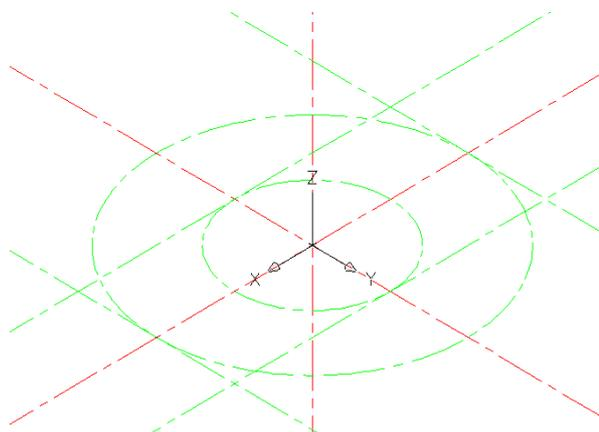

Рис. 3
2. В слое PLATFORMA изображаем основание детали. Для этого производим дополнительные построения: для получения призмы 70x140x14 из центра детали проводим окружности $\varnothing 70$ $\varnothing 140$ с помощью команды ; через точки пересечения окружностей с осями проводим горизонтали и фронталы (рис.3).